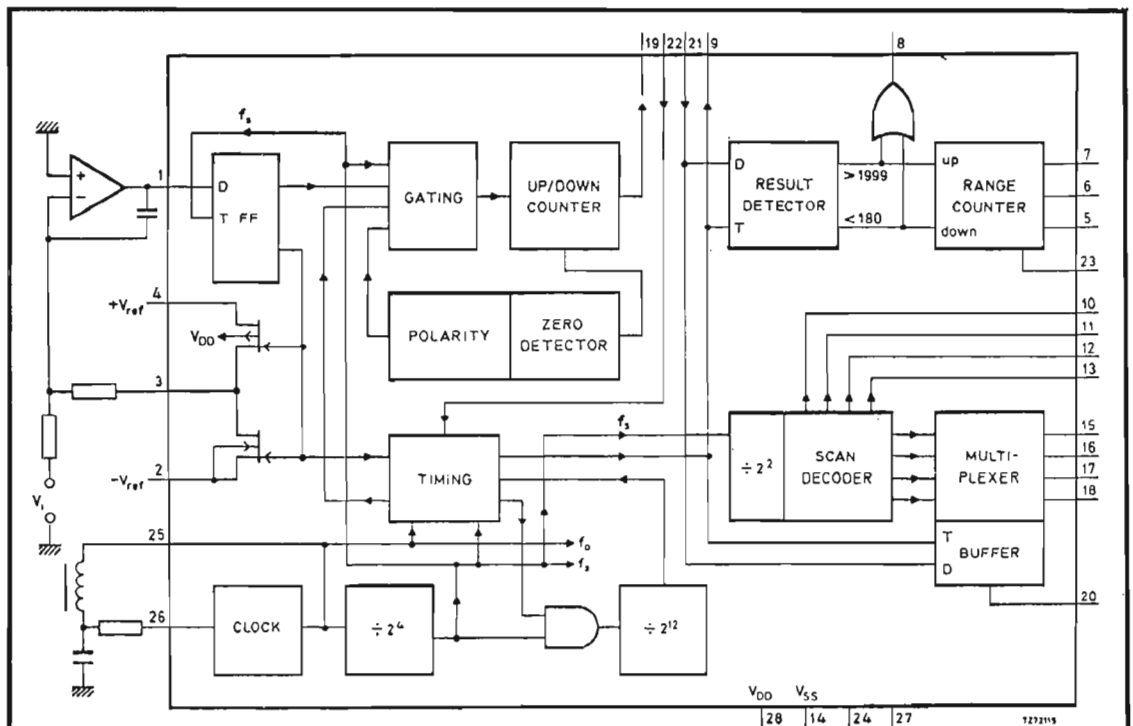

Fig. 1. - Structure interne du GZF 1200 D.
a) Cette partie importante de l'appareil, est bâtie autour du circuit intégré GZF1200D qui en assure toutes les fonctions essentielles. Le principe de fonctionnement retenu est toujours le procédé Philips, analysé en détail dans la description du DMM1038 à laquelle nous renvoyons les lecteurs intéressés (n° 1441). La structure interne du GZF1200D est donnée en figure 1. On y retrouve la bascule d'entrée de type D (FF) commandée par la sortie du comparateur externe et actionnée par les impulsions d'horloge (clock) dont l'oscillation est assurée par un circuit accordé externe. Ce basculeur FF connecte successivement les tensions de référence positive et négative sur l'entrée du comparateur, au point même où se trouve appliquée la tension à mesurer. Les basculements successifs de FF sont comptés et décomptés par le « Up Down » counter, puis envoyés vers les circuits de multiplexage. D'autres circuits assurent la réalisation des séquences de mesure (Timing) le décodage de la polarité (polarité-zéro détection) l'élaboration des signaux nécessaires à des changements automatiques de gammes (Result detector et Range counter) possibilité non exploitée dans le MX38.